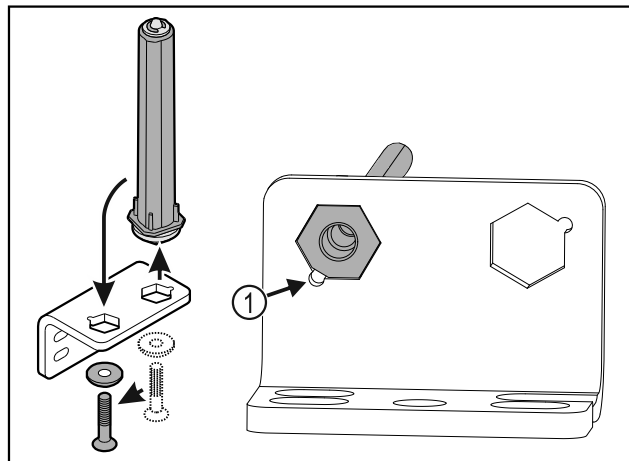

Fig. 25
- ▶ Aveți în vedere ca la introducerea, teșitura bolțului Fig. 25 (1) să fie orientată spre orificiul rotund.